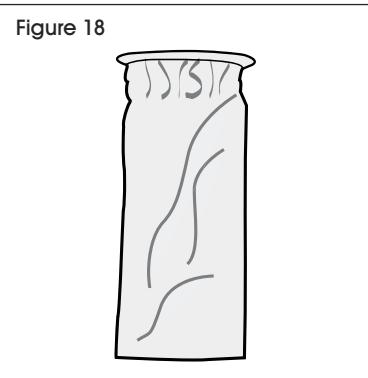

Figure 18
1. Videz et inspectez le sac-filtre Intercept^{MD} Micro avant et après chaque utilisation. (Voir Figure 18)